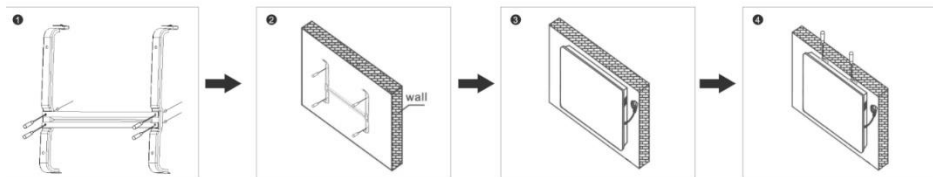

Рис. 2 Установка на стену
3. Закрепите кронштейн на стене с помощью крепежа, входящего в комплект поставки. Просверлите отверстия необходимого диаметра по меткам крепления, вставьте дюбели, приложите кронштейн и закрутите шурупы, закрепив тем самым кронштейн на стене. (Рис.2, пп.1,2)
4. Подвесьте прибор на кронштейн, совместив кронштейн и отверстия в задней панели прибора. (Рис.2, п.3)
5. Затяните винты на верхней части кронштейна, чтобы зафиксировать конвектор. (Рис.2, п.4)